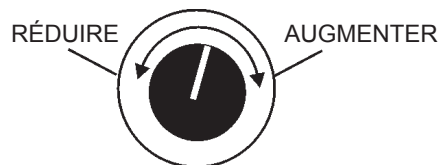

Figure 21. Bouton du régulateur de tension
3. Tourner le bouton du régulateur de tension (Figure 21) dans le sens horaire pour augmenter la tension de sortie, tourner dans le sens antihoraire pour diminuer la tension de sortie. Utiliser le bouton de réglage du régulateur de tension à chaque fois qu'un réglage fin de la tension de sortie est nécessaire.